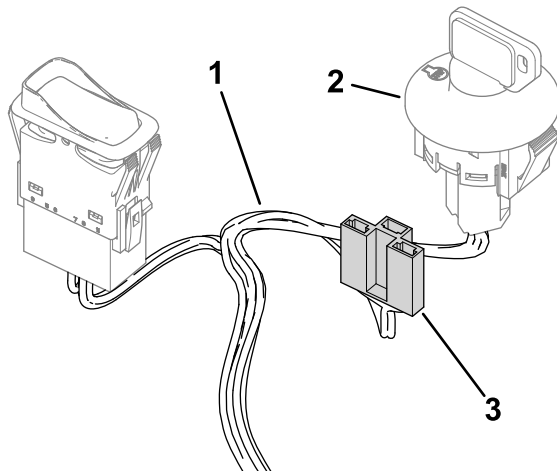

Figura 4
4. Localice el arnés de cables principal que va al interruptor de encendido y al conector del horímetro que está conectado al arnés (Figura 4).